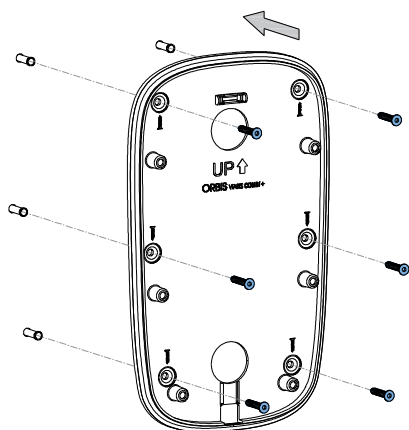

Fig. 1
- Atornille la base de instalación a la pared. **Fig.1**